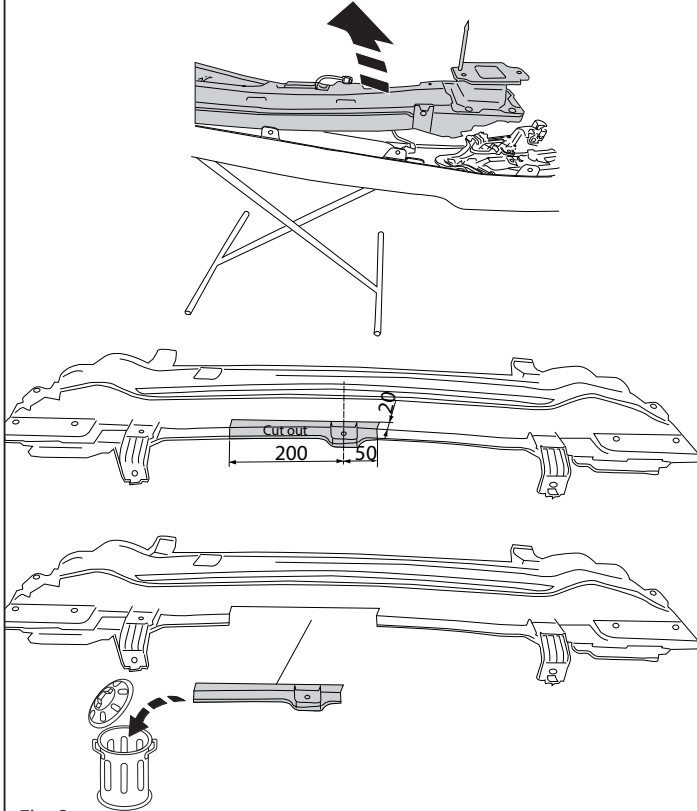

Fig. 3
4. Вырезать указанные части из внутренней арматуры бампера, как указано на рис. 3 .